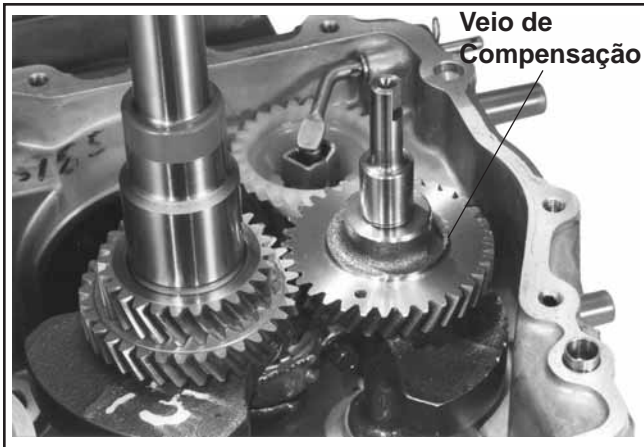

Figura 9-49. Retirar o Veio de Compensação.
1. Retire a árvore de cames do cárter. Consulte a Figura 9-49.